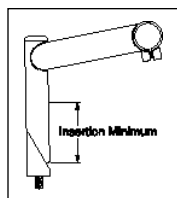

Fig. 1
- Installez la bague de jeu de direction (diamètre intérieur de 26,4 mm pour des tubes pivots de 1 po, diamètre intérieur de 29,9 mm pour des tubes pivots de 1-1/8 po) fermement contre le haut de la tête de fourche. Installez l'assemblage de fourche sur la bicyclette. Assurez-vous qu'il y a suffisamment de filetages pour bloquer correctement le tube de direction en place. Sur les tubes pivots non filetés (conception Aheadset), assurez-vous qu'il y a suffisamment de longueur pour serrer correctement la potence (reportez-vous aux instructions du fabricant). Réglez le jeu de direction afin de ne sentir ni jeu ni frottement (voir Fig. 1).